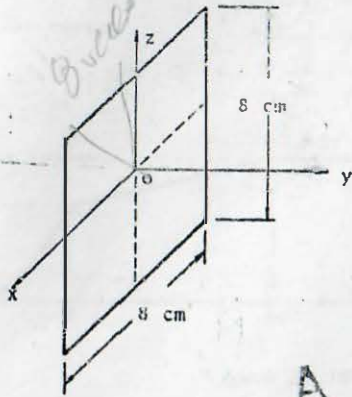

Figura P1.12
- 1.12 Calcule el potencial en el centro del marco conductor cargado de la figura P1.12, suponiendo que posee una distribución lineal de carga que tiene la forma  $\lambda = -\frac{1}{3} \times 10^{-6} \frac{C}{m}$ .